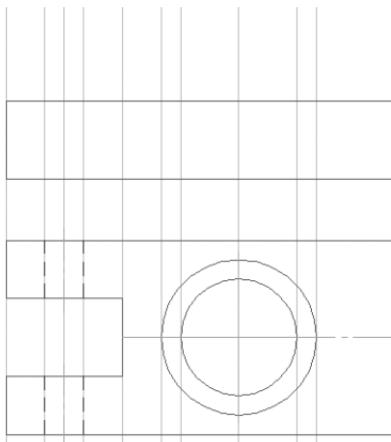

Рис. 297
- с помощью – **Прямоугольника** постройте основание детали на главном виде (высота 20 мм, ширина 100 мм) **Без осей**, расположив над видом сверху. Построение начинайте снизу вверх (рис. 297);